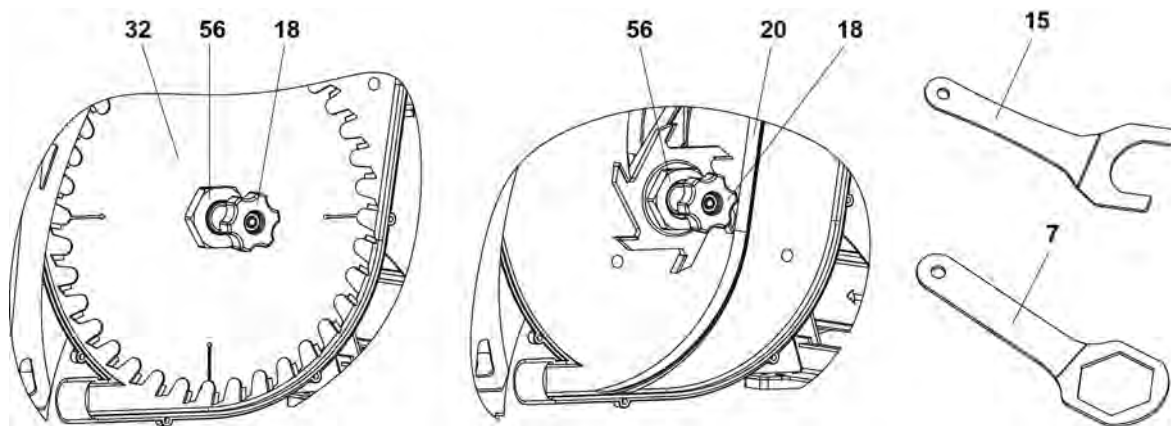

Рисунок 12. Демонтаж пильного диска/фрезы
- затем с помощью ключей 7 и 15 (рис. 12) открутить гайку 56 крепления пильного диска 32;